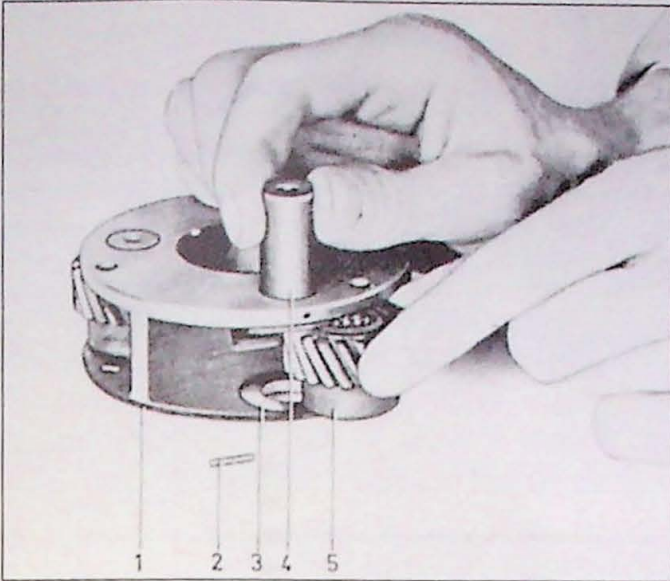
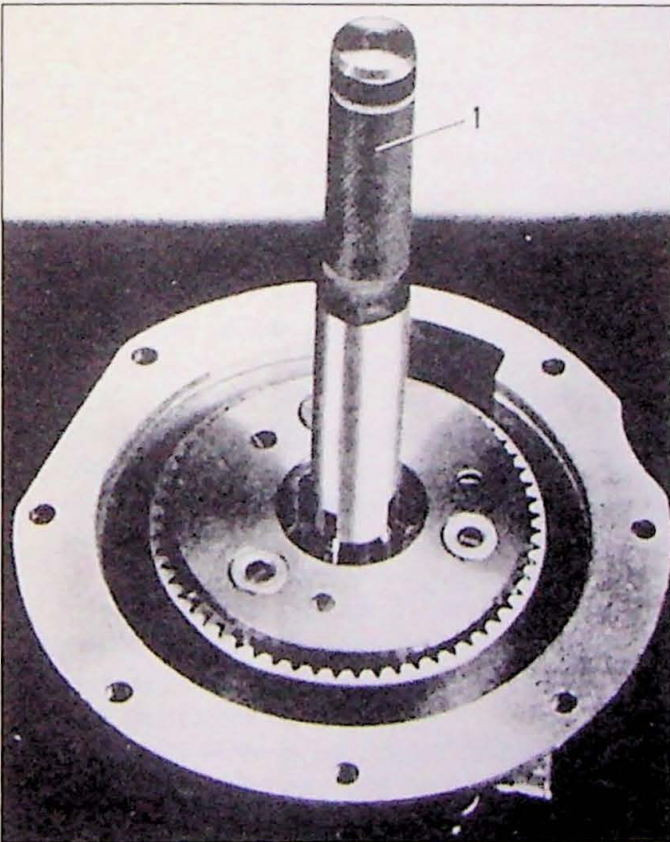

Fig. 7.17. Montage van planeetwiel I. 1. planeetwielhouder; 2. borgpen; 3. drukplaat; 4. as; 5. planeetwiel
Fig. 7.18. Montage van planeetwiel II. 1. centreringwerktuig SV0 2420
3. Pers het naaldlager in het planeetwiel met SVO 2417. Het lager moet zich iets onder de zijkant van het wiel bevinden. Monteer de planeetwielhouder, assen, ringen en planeetwiel (Fig. 7.17). Geleidt de spie in de planeetwielhouder en de vrijloopnaaf met SVO 2420 (Fig. 7.18).